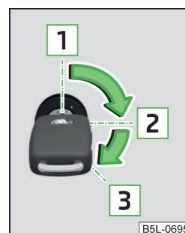

Fig. 120
#### Bilnøglens positioner i tændingslåsen » Fig. 120
- Drej nøglen til position  **3** » Fig. 120 på side 87; startforløbet påbegyndes. Slip så nøglen. Motoren starter automatisk.
- Drej nøglen til position  **1** » Fig. 120 på side 87.